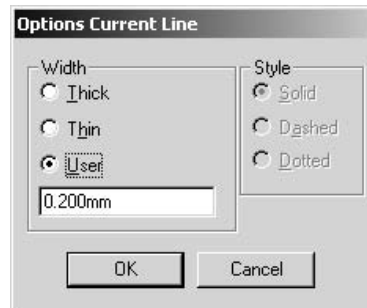

Рис.2.2.3
- Установить текущую линию рисования. Для этого командой **Options Current Line** (Установка текущей линии) в одноименном диалоговом окне в поле Width (Ширина) выбрать User (Пользователь) и задать ширину 0.2 мм или 0.3 мм. Нажать на кнопку ОК (рис.2.2.3).